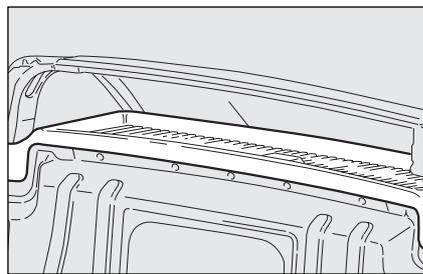

Abb. 85a
**ABLAGEFACH ÜBER DER KABINE Abb. 85a (wo vorgesehen)**